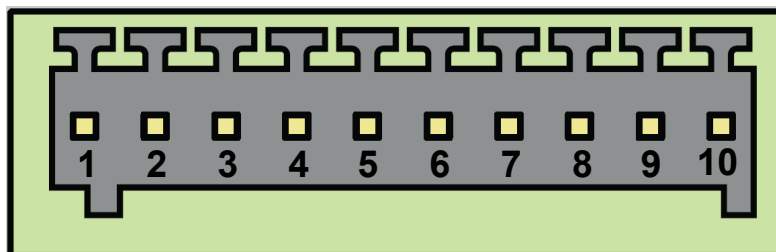

Рис. 2.8 Разрывной коннектор
Данный разъём используется для подключения внешнего устройства с интерфейсом RS485, питания 7...40 В, а также на этот разъём выведены выходы общего назначения GPIO. Сечение провода для ответной части – 0.2-0.5 мм² (IEC), 28-20 AWG (UL). Разрывной коннектор изображен на рис. 2.8. Назначение выводов разрывного коннектора представлено в таблице 2.4.